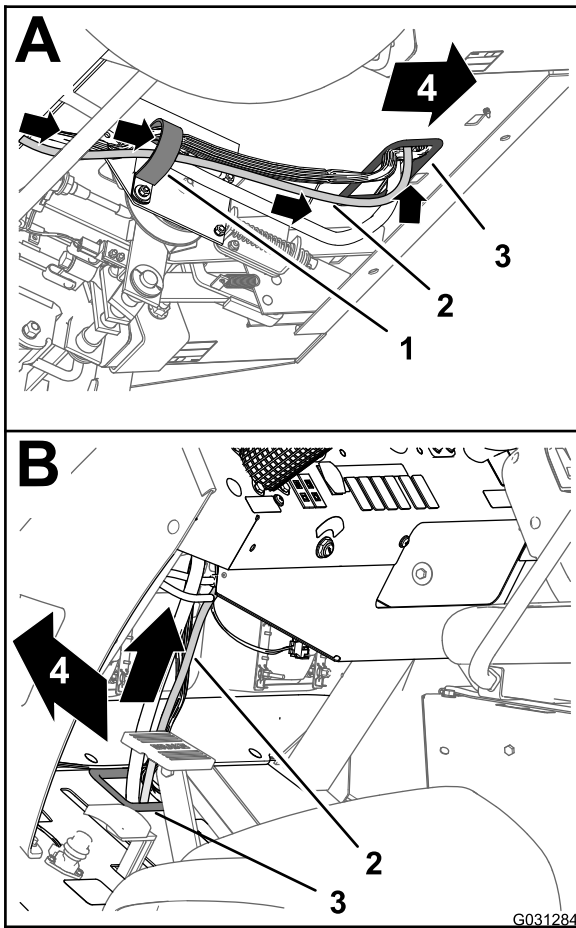

图 175
3. 将数据线束的 220cm 支管向前上方穿过环放在底板孔上的套环图 175。
- 沿机器前线束向上布放数据线束 220cm 支管图 175。